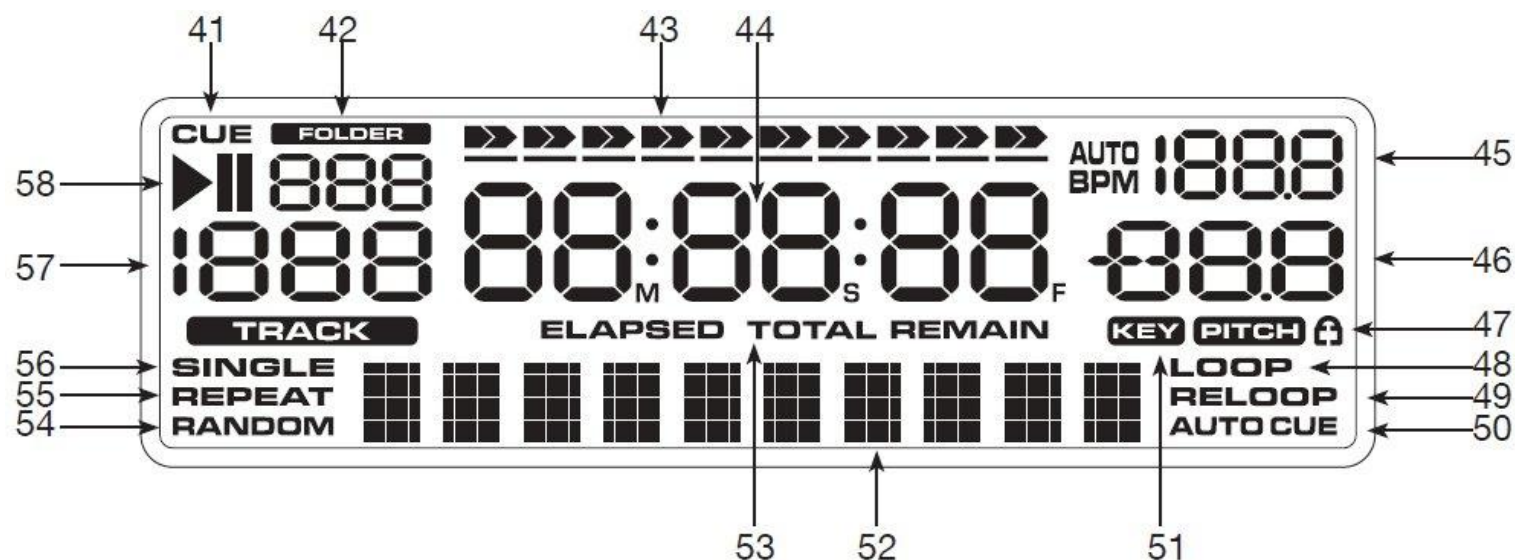

Bild 7
-  Dieser Button wird zum Auswählen eines Tracks benutzt. Mit jedem Druck springen Sie rückwärts zum nächsten Track; halten Sie den Button gedrückt, springen Sie noch schneller durch die Tracks. Wenn der *Ordner Button (2)* aktiv ist, können Sie durch Drücken dieses Buttons zum vorherigen Ordner zurückspringen.
(16) LCD-DISPLAY – Dieses hochqualitative LCD-Display zeigt die verschiedenen Funktionen so an, wie sie auftreten. Die Anzeige lässt sich aus einer Vielzahl komfortabler Winkel heraus gut ablesen. Lesen Sie mehr über das LCD-Display auf Seite 37 (LCD-Display (Bild 7)).
LCD-DISPLAY (BILD 7)